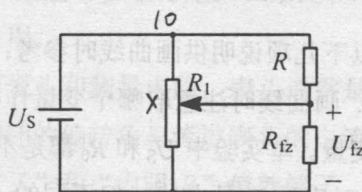

图1.5
(2) 在图 1.2(a) 的电阻 R_1 上并联固定电阻 R , 令 $R=R_{fz}=100\Omega$ (图 1.5), $U_S=2V$, 记录 U_{fz} 随 R_2 变化的数值。
1. 对于图 1.2a 及图 1.5 电路, 设 $y = \frac{U_{fz}}{U_S}$, $x = \frac{R_2}{R_0}$, $K = \frac{R_{fz}}{R_0} = 0.1$, 写出函数 $y=f(x)$, 求出导数 $\frac{dy}{dx}$, 算出 $x=0, 0.1, 0.2, \dots$ 各点的 $\frac{dy}{dx}$ 值, 画出曲线, 从而讨论图 1.5 电路相对于图 1.2a 电路的优缺点。